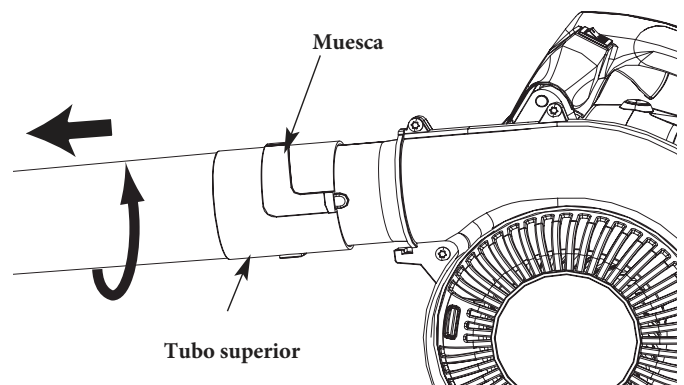

Fig. 3
1. Gire el tubo superior del ventilador en sentido antihorario hasta que se desbloquee de la salida del ventilador (Fig. 3).